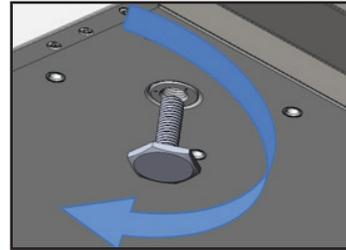

Рис. 1. Вращать регулируемые ножки по часовой стрелке для уменьшения их высоты.
2. Глубина ввинчивания ножек варьируется для обеспечения вертикальности и устойчивости устройства. См. рис. 1 и 2.